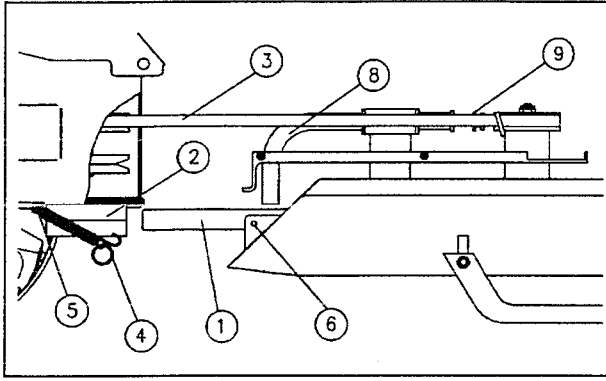
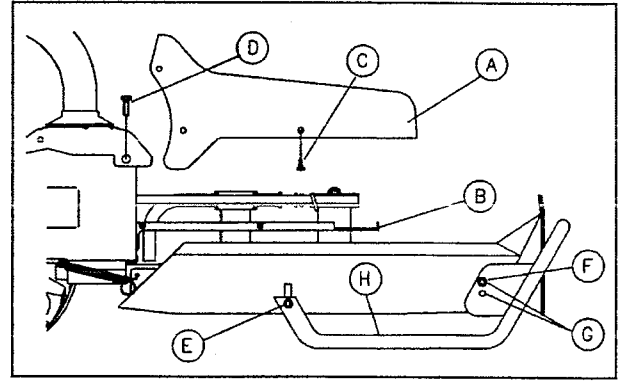

Fig. 1
Fig. 2
**MONTAGGIO DEL FALCIATUTTO:** FIG. 1 - A motore fermo e con la macchina in posizione orizzontale, inserire per metà il perno del tosaerba (1) nella sede dell'attacco rapido (2). Montare la cinghia (3) e portare a fine corsa il perno; inserire le molle (4) nei rispettivi ganci (5) e successivamente nei fori (6). FIG. 2 - Fissare il coperchio in polipropilene (A) al supporto inferiore (B) tramite le 5 viti autofilettanti (C), quindi togliere le 2 viti (D) del motocoltivatore per fissarle al coperchio.
**REGOLAZIONE DELL'ALTEZZA DI TAGLIO:** Allentare le viti posteriori (E), togliere quelle anteriori (F) ed inserirle in uno dei fori di regolazione (G) a seconda dell'altezza a cui si desidera effettuare il taglio. Premere sul tubo di scorrimento (H) in modo da renderlo orizzontale al terreno, quindi serrare le viti.
- Controllare periodicamente l'usura del ferodo freno lama e mantenere ingrassati il perno (8) ed il tubo (9) del sistema frenante.
**ANBAU DES SICHELMÄHWERKS (MULCHGERÄT):** BILD 1 - Die Maschine mit stillstehendem Motor in waagrechte Position bringen. Den Tragzapfen des Sichelmähers (1) zur Hälfte in das Tragrohr (2) der Maschine einschieben. Danach den Antriebskeilriemen (3) auf die Keilriemenscheibe der Maschine aufziehen. Dabei wird der Tragzapfen in die richtige Position bis zum Anschlag der Maschine gebracht. Die Rückholfeder (4) in die Fanghaken (5) der Maschine bringen. Danach die Rückholfeder spannen und die enden (Haken) in Bohrung (6) einhaken !
BILD 2 - Die Schutz- und Abdeckhaube (A) wird mit 5 Stück Schrauben (C) an den Träger (B) montiert. Danach die 2 Stück Schrauben (D) an der Maschine demontieren und zusammen mit der Schutzhaube wieder montieren.
**EINSTELLUNG DER SCHNITTHÖHE:** Die Schrauben im Langloch (E) lösen. Danach die Schraube (F) an dem Lochsegment in die gewünschte Schnitthöhe einschrauben. Dabei ist zu beachten, daß die Gleitschiene (H) waagrecht am Boden aufliegt. Schrauben (E) und (F) festziehen.
**ASSEMBLING OF THE GRASSLAND MOWER:** FIG. 1 - At engine off and with the machine in horizontal position, connect half-pivot of the grassland mower (1) in the couple of the quick connection (2). Assemble the belt (3) and connect the whole pivot; connect the springs (4) in the respective hooks (5) and then in the holes (6). FIG. 2 - Fix the cover in polypropylene (A) to the cover support (B) through the 5 screw auto-cutting (C), so remove the 2 screw (D) of the motor-cultivator to fix them to the cover.
**REGULATION OF CUTTING HEIGHT:** Loosen the hind screws (E), remove those ones rare (F) and connect them in one of the holes of regulation (G) according to the height to which you want to effect the cut. Press on the creeping tube (H) in way to make it horizontal as the ground, so tighten the screws.
**MONTAGE DE LA DEBROUSSAILLEUSE:** FIG. 1 - Le moteur étant arrêté et la machine en position horizontale, introduire jusqu'à moitié l'axe (1) de la débroussailleuse dans l'emplacement de l'attelage rapide (2). Monter la courroie (3) en portant l'axe de guidage en fin de course; fixer les ressorts (4) dans les crochets respectifs (5) puis dans les trous (6). FIG. 2 - Monter le capot en polypropylène (A) au support inférieur (B) par les 5 vis filetées (C), puis enlever les 2 vis (D) de la machine pour les fixer au capot.
**REGLAGE DE LA HAUTEUR DE COUPE:** Desserrez les vis arrière (E), enlever celles avant (F) et les insérer dans un des trous de réglage (G) selon le niveau de hauteur auquel on veut faire le coupe. Appuyer sur le tube (H) de façon qu'il soit horizontal à la surface du sol, puis serrer les vis.